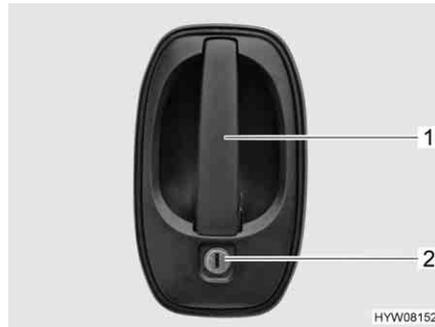

Fig. 61 Serratura della porta (porta conducente/porta di ingresso, lato esterno)
- Inserire la chiave nel cilindro della serratura (Fig. 61,2) e ruotare fino a quando la serratura della porta si sblocca.
- Tirare la maniglia della porta (Fig. 61,1). La porta è aperta.
- Inserire la chiave nel cilindro della serratura (Fig. 61,2) e ruotare fino a quando la serratura della porta si blocca.